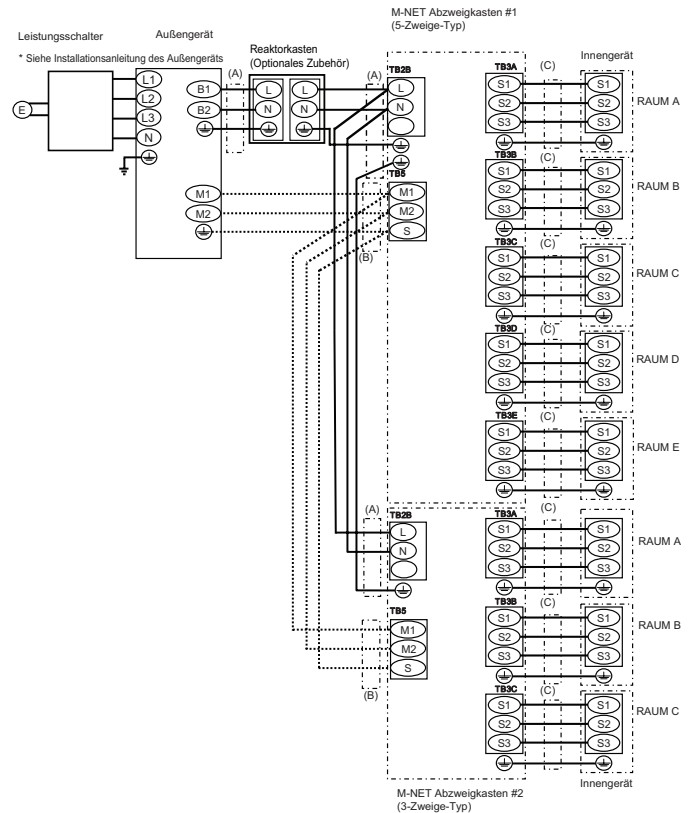
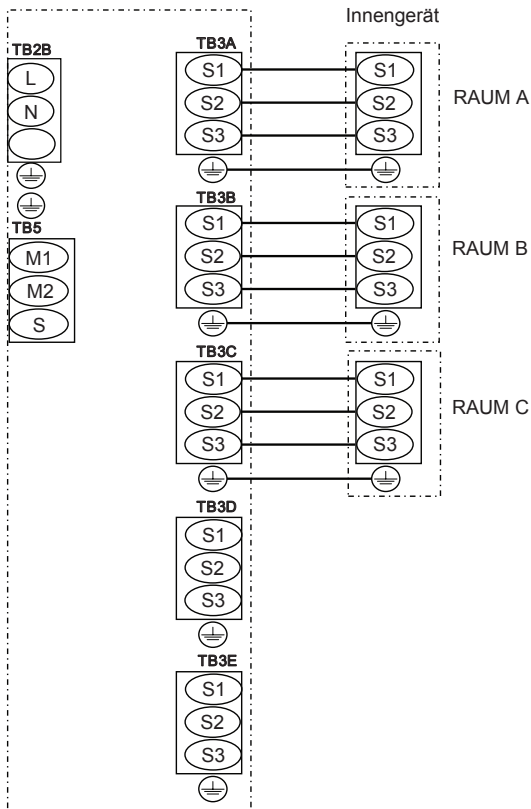

Fig. 8-8
Fig. 8-9
3. Schließen Sie jedes Kabel am zugehörigen Anschlussblock an. (Fig. 8-8)
## 8.2. Externe Verkabelung (Fig. 8-8, Fig 8-9)